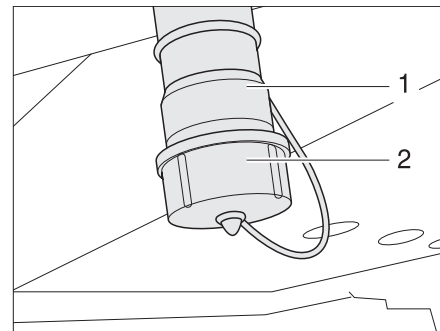

Fig. 231 Bec d'écoulement des eaux usées
Il est possible de raccorder une conduite au bec d'écoulement des eaux usées (Fig. 231,3).
- Dévisser et retirer le cache (Fig. 231,4) du bec d'écoulement des eaux usées (Fig. 231,3) en tournant d'un quart de tour dans le sens des aiguilles d'une montre.